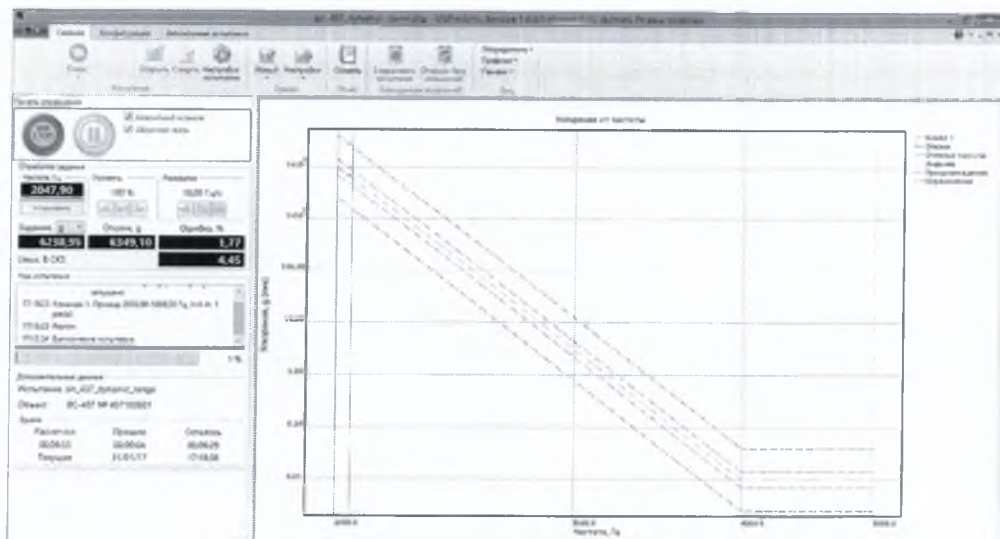

Рисунок 7.2.7
7.2.2.3 В открывшемся окне тестового испытания sin407_dynamic_range (рисунок 7.2.7), имитирующего процесс задания испытательного воздействия с разверткой частоты и автоматическим поддержанием виброускорения, значения которого линейно изменяются в диапазоне от 0,01 до 10000 g (в динамическом диапазоне 120 дБ), нажать кнопку «Старт».